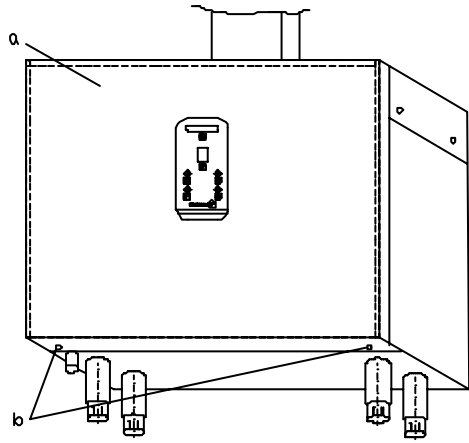

Fig. 8
- Desmontar el Panel frontal (a) soltando los tornillos (b) (Fig.8).